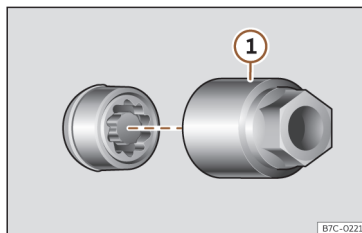

Fig. 225 Parafuso antirroubo com capa de proteção e adaptador.
- Encaixe o adaptador especial >>> **Fig. 225** ① (ferramenta de bordo >>> Página 332) no parafuso antirroubo da roda até ao limite.